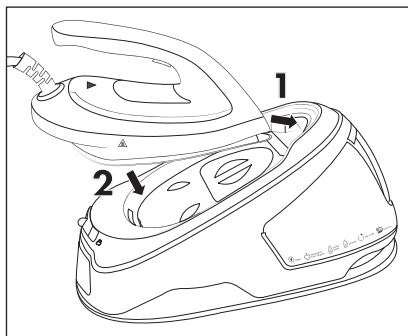

Fig. 7
- 3) Coloque o ferro de engomar a vapor **1** sobre a superfície de repouso **17**, posicionando primeiro a ponta da placa de base do ferro **4** na abertura à frente na borda da superfície de repouso **17**. Em seguida, pouse o aparelho sobre a superfície de repouso **17** (ver fig. 7).